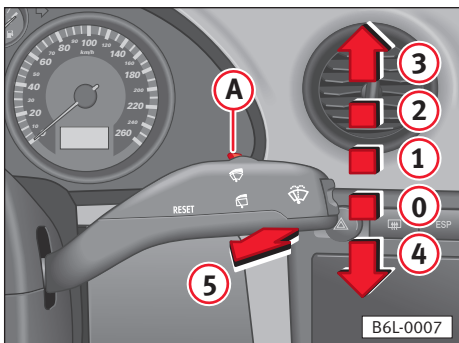

Fig. 64
O comando ④ da alavanca do limpa cristais serve para ajustar de forma individual a sensibilidade do sensor de chuva ⇒ fig. 64.